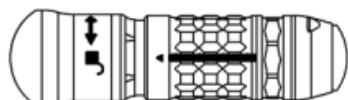

Figura 1
- Suavemente, utilize uma escova para limpar as canulações do dispositivo de fixação enquanto está submerso na solução de limpeza. Utilize uma escova de limpeza de dispositivos de fixação para todos os dispositivos de fixação, excepto MA-D20-G1 e mangas de rolamento dos dispositivos de fixação de acesso mínimo. Utilize uma escova de limpeza de pequeno diâmetro para MA-D20-G1 e mangas de rolamento dos dispositivos de fixação de acesso mínimo. Se o dispositivo de fixação contiver uma manga de libertação (Figura 1), desloque a manga e escove a área exposta.
- Manipule quaisquer peças móveis, como mangas de liberação (Figura 1).